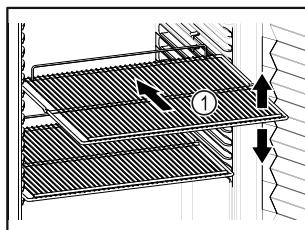

Fig. 86 Representación a modo de ejemplo
- Si los estantes Fig. 86 (1) se pueden mover, ajustarlos según la altura.